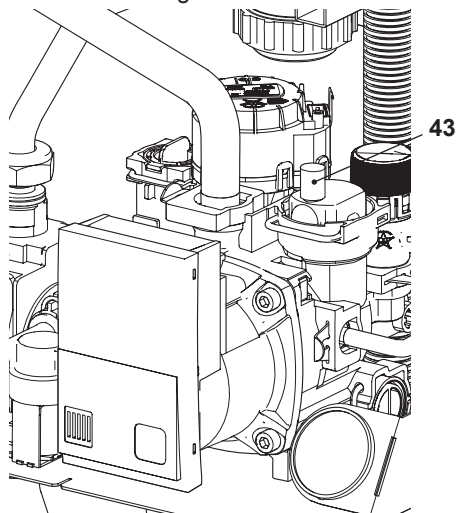

Figura 6.3
- Svitare il tappo della valvola di sfiato automatica 43 in Figura 6.3.